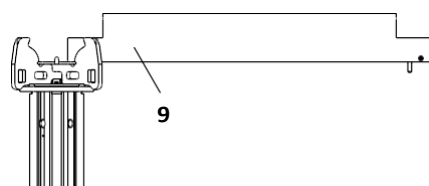

Fig. A5.03
- Към опорната глава SSK в напречно направление. (Fig. A5.03)